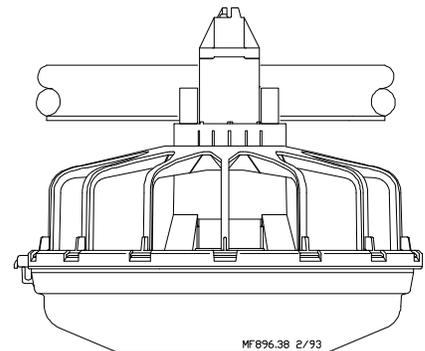

Figura 39. (Vista lateral)
3. La **Figura 39** muestra un comedero Modelo C2 con el inserto de sujeción, un cono de soporte de dos piezas, cono ajustador, rejilla y plato instalados. Colocar el cono ajustador en el número 4.